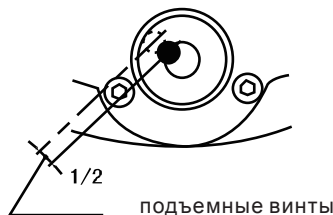

Рис.10
(I) Закрутите подъемные винты, сместив половину пузырька к центру. (Рис.10)